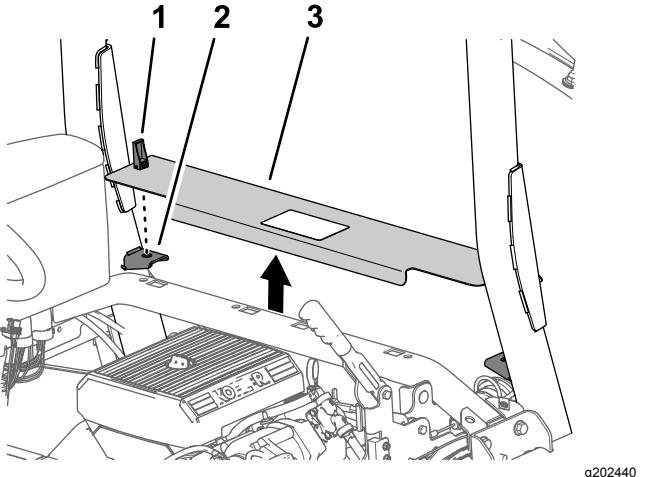

Figura 7
- Rode para cima as pegas dos trincos do painel de acesso ao motor (Figura 7).
- Eleve o painel de acesso ao motor e remova-o da máquina (Figura 7).